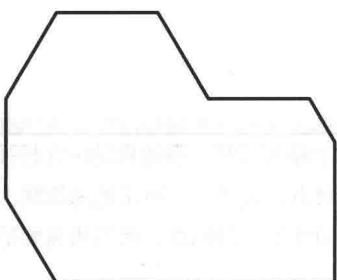

图 1-18 打开的图形
step02 在对话框中选择随书光盘中的“\素材文件\第1章\实例 006.dwg”文件，然后单击【打开】按钮，即可将选择的图形文件打开，如图1-18所示。